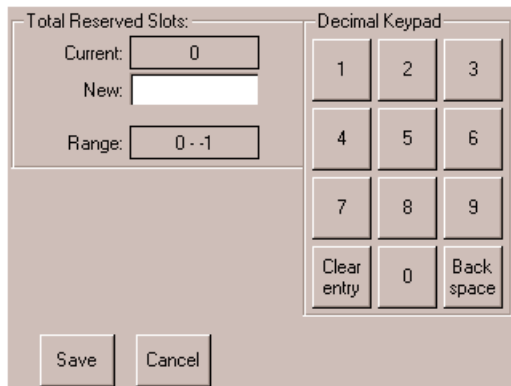

Figure 3–8. Pavé numérique des bacs réservés
- Entrez 0 ou 1 et appuyez sur Save (Enregistrer) pour confirmer la modification. Un écran de confirmation apparaît (Figure 3–9). Appuyez sur **OK** pour enregistrer.